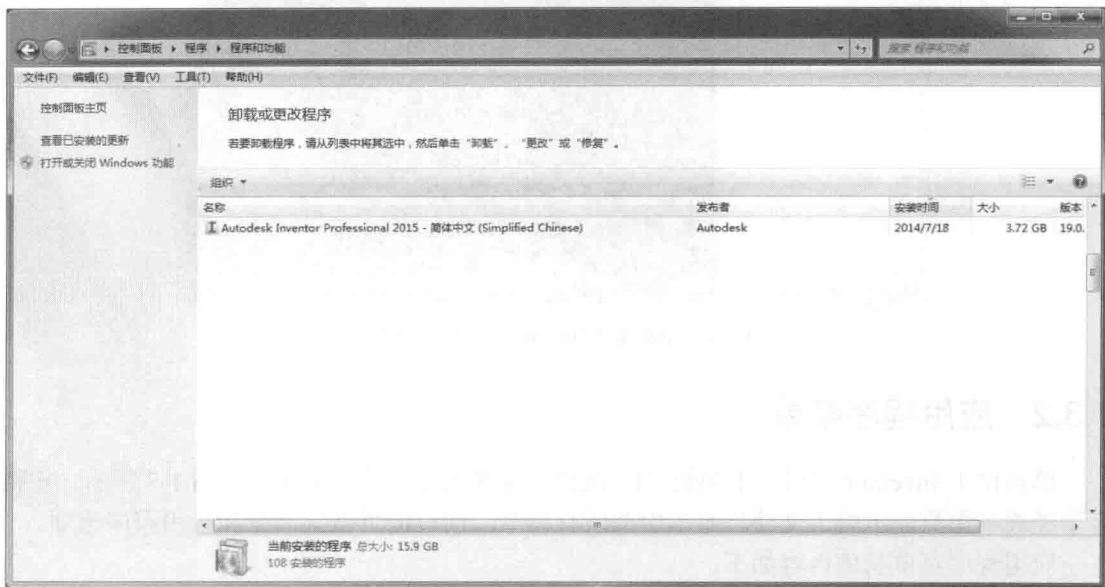

图 1-5 添加或更改程序
(1) 关闭所有打开的程序。
(2) 选择“开始”→“控制面板”→“程序和功能”命令，选择 Autodesk Inventor 2015，然后单击“卸载/更改”按钮，如图 1-5 所示。
(3) 修改完成后需要重新启动系统来启用修改设置。